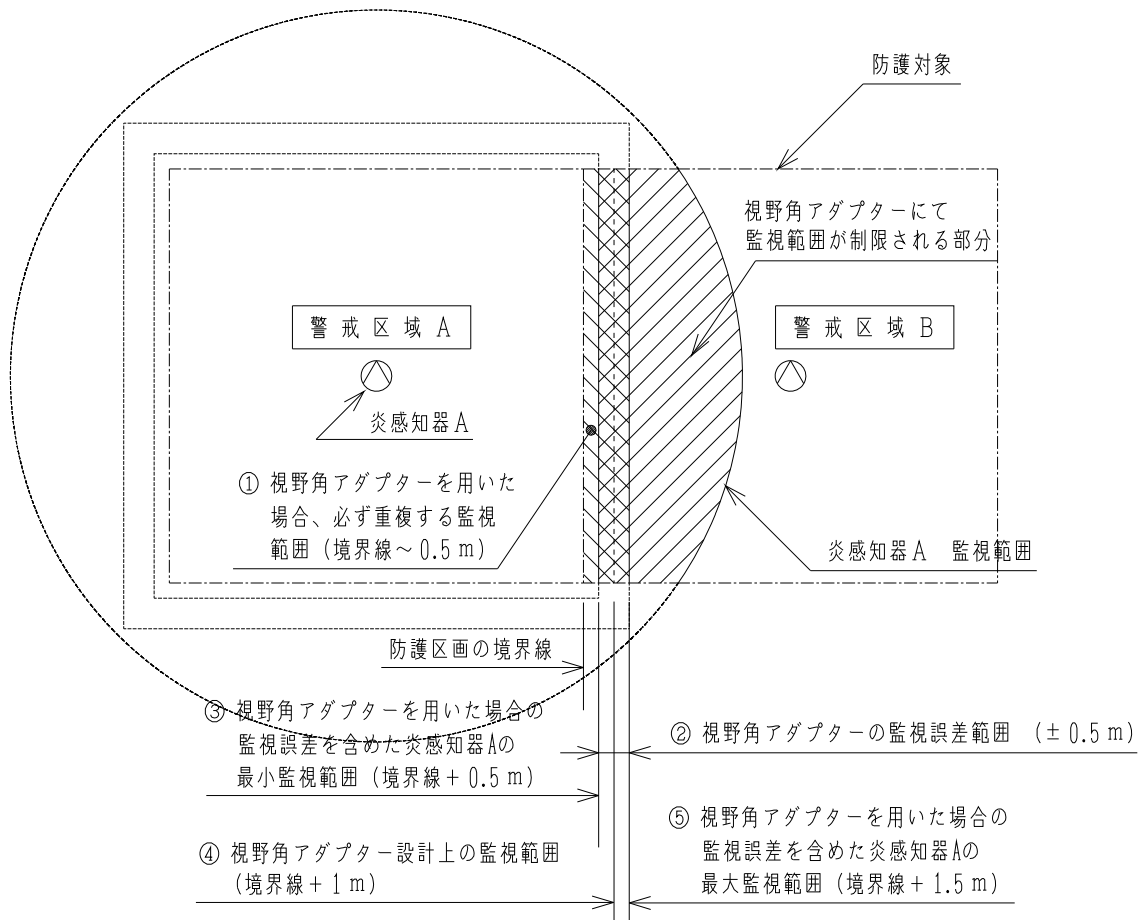

図5. 視野角アダプター適用時の警戒区域の設定方法
(1) 監視範囲の設定
隣接する区画の炎感知器の監視範囲は、0.5m 以上重複させる必要があります（図5 ①参照）。視野角アダプターの監視誤差範囲は $\pm 0.5\text{m}$ であり、1m の誤差範囲があるため、監視誤差が -0.5m の場合においても、境界線から隣接する区画側へ 0.5m の警戒区域の重複を確保できるように、視野角アダプター設計上（製作上）の監視範囲を境界線から隣接する区画側へ 1m 重複させます。（図5 ②③④参照）
また監視誤差が $+0.5\text{m}$ の場合が、監視誤差を含めた最大監視範囲となり、境界線から隣接する区画側へ 1.5m の部分となります。（図5 ⑤参照）